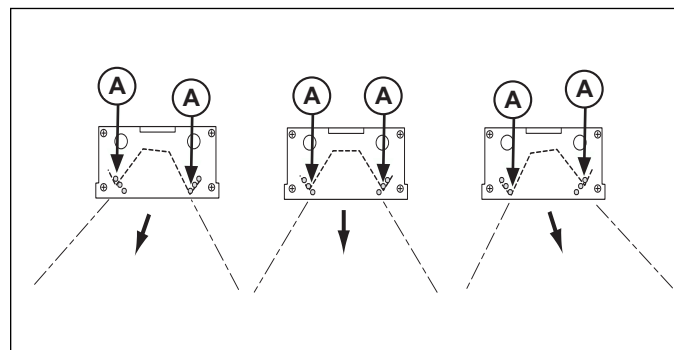

Figure 10. Positions du réflecteur.
3. Enlevez les petites vis (A) des trous sur les plaques d'alignement terminales. Il y a une vis de chaque côté de la plaque terminale qui fixe le réflecteur. (Figure 10).